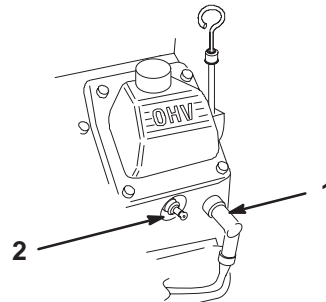

Figure 44
3. Débranchez les fils des bougies (Fig. 44). Nettoyez la surface autour des bougies pour éviter que des impuretés n'endommagent le moteur en tombant à l'intérieur.
3. Connectez les fils aux bougies (Fig. 44).